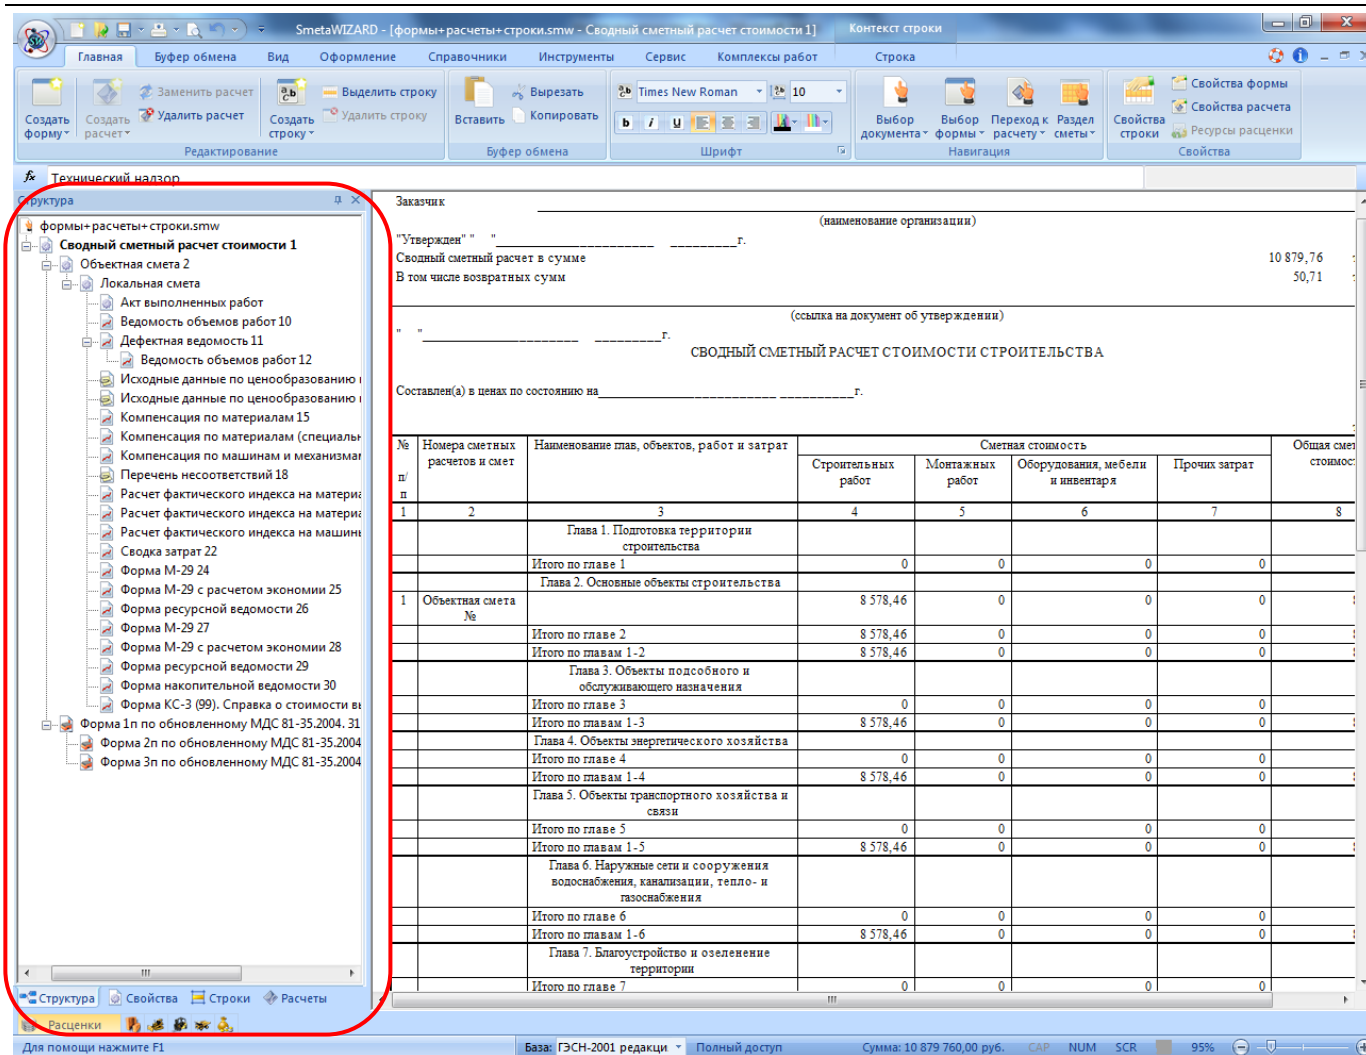

Рис. 1.10 Конструктор документа
*Конструктор документа* представляет собой диалоговое окно, состоящее из вкладок, предназначенных для работы с документом. По умолчанию *Конструктор документа* расположен в левой части экрана (рис. 1.10). Для отображения либо скрытия диалогового окна необходимо выполнить команду **Конструктор документа** на вкладке **Вид**.